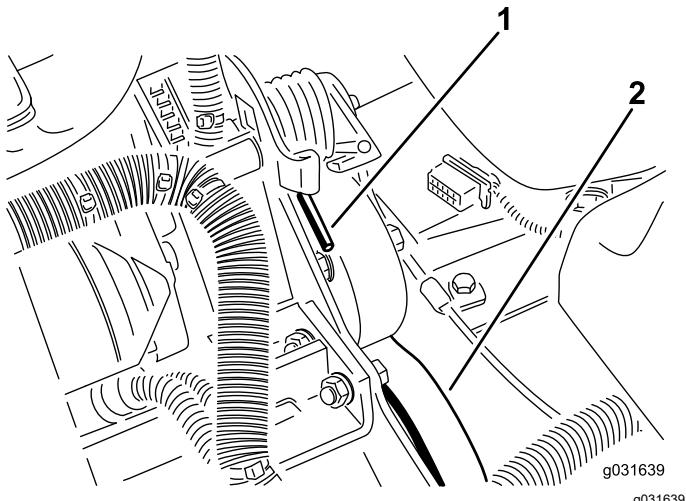

Figura 63
- Premete l'estremità della molla e spingetela in avanti per sbloccarla dalla staffa e rilasciare la tensione della molla (Figura 63).